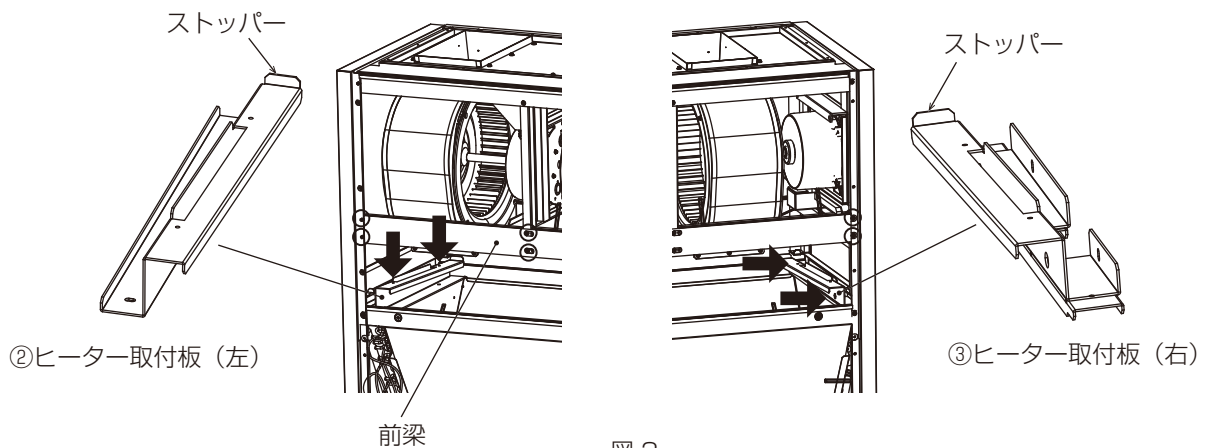

図3
- 2) ②③ヒーター取付板（左）（右）のストッパーが後ろになるようにそれぞれ図3のように⑮タップタイトネジを使ってねじ止め（2箇所）してください。